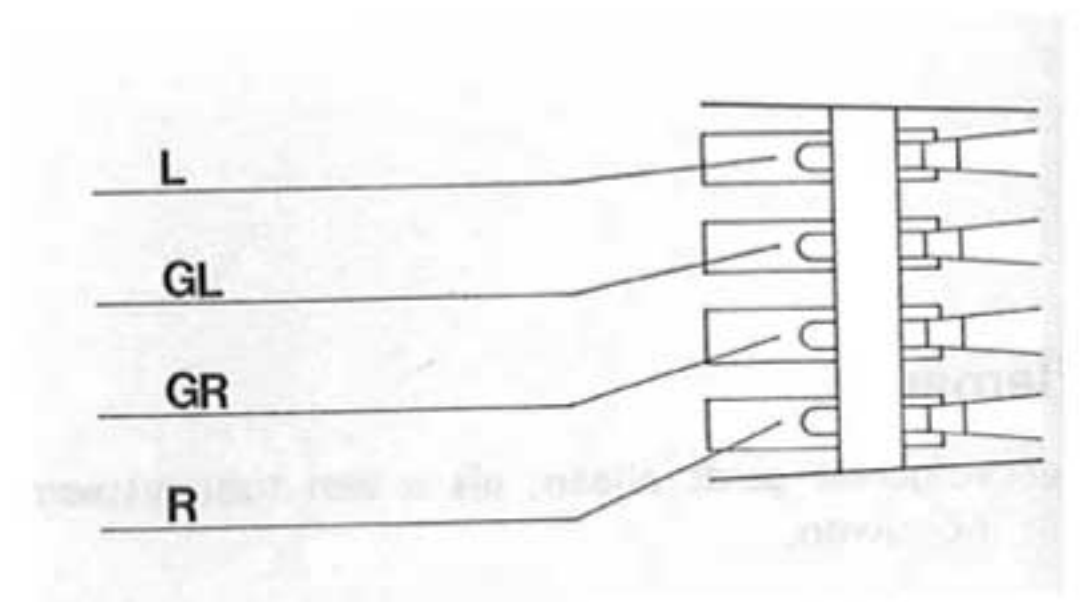

Fig. 15
3. I contatti della testina sono contrassegnati (Fig. 15). Collegate questi con i corrispondenti della cellula.
3. Die Anschlüsse am Systemträger und Tonabnehmersystem sind gekennzeichnet (Fig. 15). Verbinden Sie die Anschlußlitzen des Systemträgers mit den entsprechenden und gleich gekennzeichneten Anschlußstiften des Tonabnehmersystems.
3. Les connexions sur le porte-cellule et la cellule sont repérées. Reliez les cordons du porte-cellule aux broches de la cellule portant le même repère (Fig. 15).
3. The connection inputs on the cartridge holder and on the cartridge are color coded. Connect the leads on the cartridge holder to the correspondingly coded connection pins of the cartridge (Fig. 15).
3. De aansluitingen aan de houder zijn gekleurd. De kleurencode komt overeen met de aanwijzingen op het element. Sluit ze achtereenvolgens aan (Fig. 15).
3. Las conexiones del portacápsulas y de la cápsula van marcadas. Conecte las clavijas de la cápsula con los cables de igual marca del portacápsulas (Fig. 15).
3. Anslutningstrådarna i monteringsbryggan är färgmärkta (Fig. 15). Koppla dessa trådar till stiften med motsvarande markering på pick-upen.